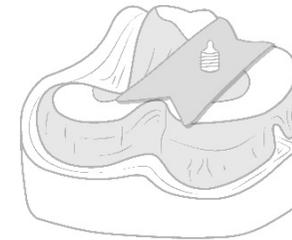

Abb. 2
10. Die Stützstiftplatte wird erwärmt und im Wachswall versenkt, bis der Registrierstift in Regio 15/25 auf Höhe der Okklusionsebene und senkrecht dazu liegt. Den Wachswall so reduzieren, dass bei den einzelnen Bewegungsabläufen zwischen dem oberen und unteren Wachswall keine Kontakte mehr vorhanden sind. Kerben zur Verschlüsselungshilfe anbringen (Abb. 2).